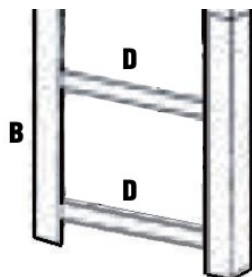

fig. 1
1. Prenez 2 des supports verticaux (B) et reliez-les à la position la plus basse possible avec 1 des supports de tablette courts (D) (fig. 1).
2. Installez un deuxième support de tablette court à la position désirée (fig. 1).